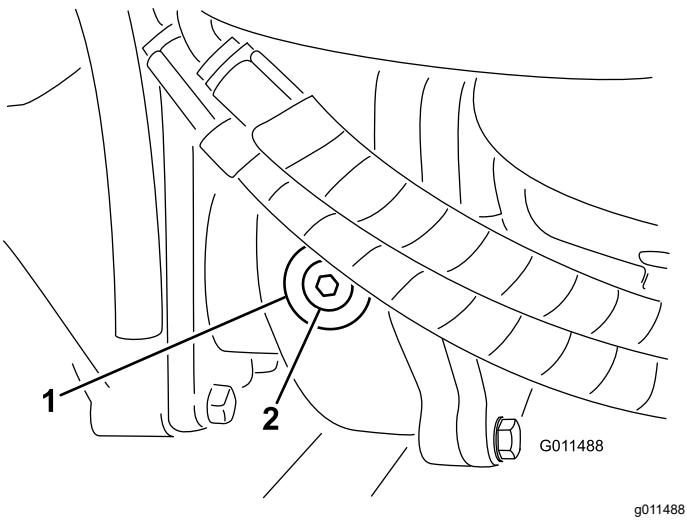

Рисунок 106
- Снимите пробку контрольного (заливного) отверстия с левой стороны редуктора и убедитесь, что масло доходит до нижнего края отверстия (Рисунок 106).